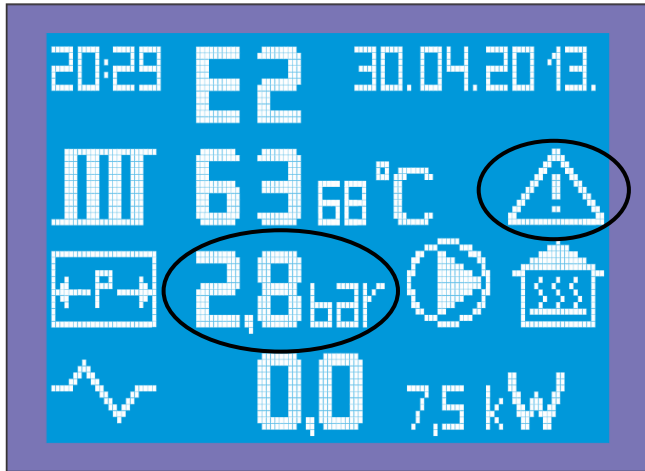

Figura 13: Paralajmërimet lidhur me trysninë e punës
- Në anën e sipërme të djathtë të displej nën datë paraqitet trekëndëshi i paralajmërimit i cili gjithashtu vëzullon pandërprerë (Figura 13).